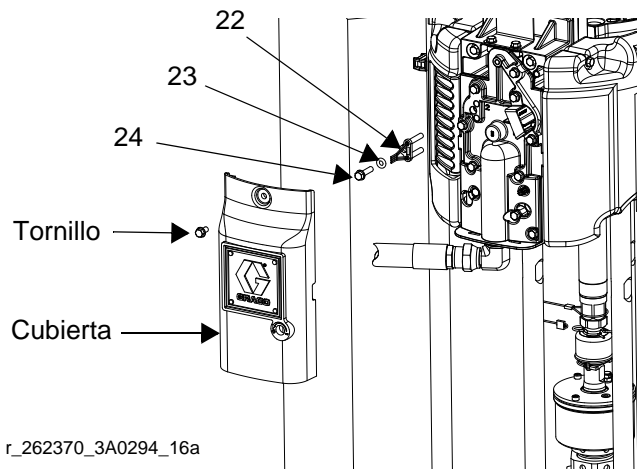

FIG. 22: Instalación del sensor interruptor de lengüeta
- j. Retire los tornillos de la cubierta de la válvula para extraer la cubierta. Consulte la FIG. 22.
- k. Instale el sensor interruptor de lengüeta (22). Ajuste con el tornillo de 1 pulgada (25 mm) (24) y la junta tórica (23) suministrada. Consulte la FIG. 22.
- n. Reinstale la cubierta de la válvula y luego ajuste la tuerca. Consulte la FIG. 22.